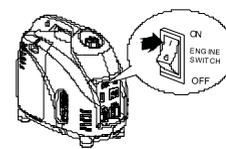

Рис. 16
**в)** Переведите выключатель зажигания в положение «ON» (Рис.16).